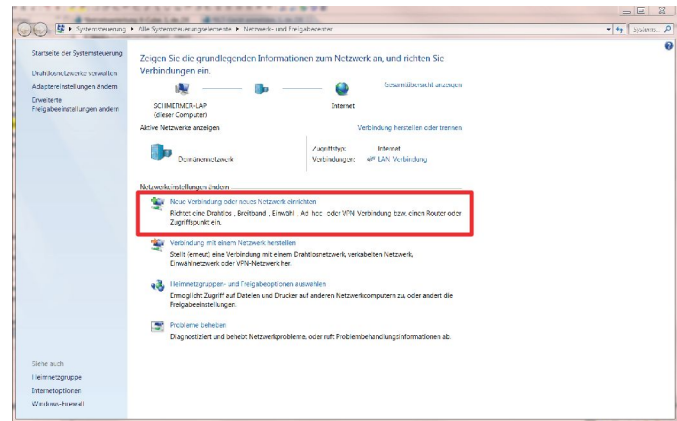

Abb. 42: Neue Verbindung oder neues Netzwerk einrichten
2. ▶ „Neue Verbindung oder neues Netzwerk einrichten“ ( Abb. 42 ) auswählen.